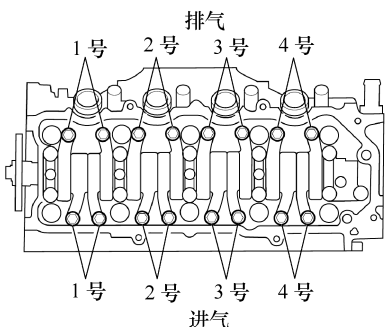

图 2-79 需检查气门的位置
3) 对于进行检查的气门,选择厚度合适的塞尺,见图 2-79。